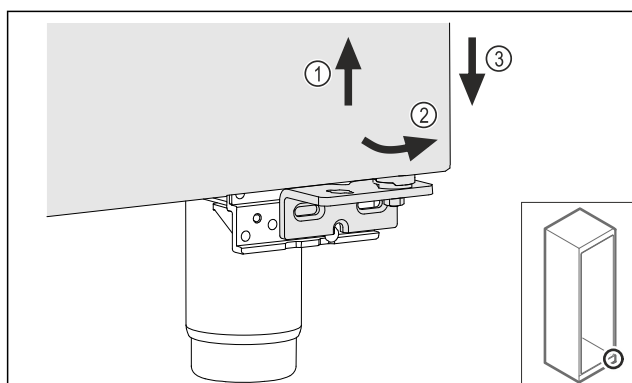

Fig. 27
- Nosta ovea hieman Fig. 27 (1), kallista alhaalta eteenpäin Fig. 27 (2) ja laske alas Fig. 27 (3).